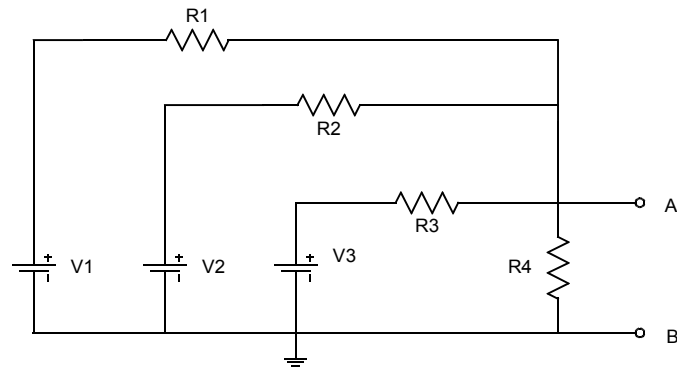

Imagen 1.4
**- TRABAJO PREVIO: CALCULA EL EQUIVALENTE DE THEVENIN DEL CIRCUITO DE LA IMAGEN 1.4**
- Monta el circuito de la imagen 1.4 haciendo uso de las tres fuentes de tensión de la fuente de alimentación y mide la caída de tensión en los extremos de  $R_4$  (recuerda que todas las fuentes han de tener la misma referencia de tensiones).